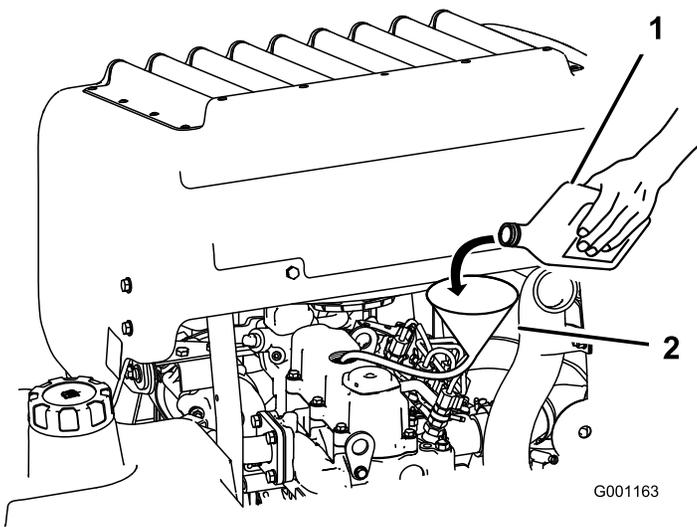

Figura 64
- Utilice una manguera y un embudo para añadir aceite al motor (Figura 64).